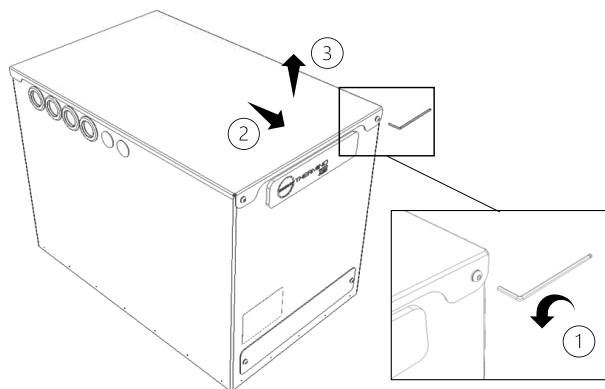

Abbildung 5 – Entfernen des Deckels der Thermino ePlus Wärmebatterie
- Deckel abnehmen. Der Deckel wird an der Vorderseite mit 2 x M5- Zylinderschrauben mit Innensechskant und an der Rückseite mit zwei Fixierstiften befestigt (Abbildung 5):
- (1) Entfernen Sie die 2 x M5-Zylinderschrauben mit Innensechskant mit einem 3-mm-Sechskantschlüssel und legen Sie sie beiseite.
- (2) Schieben Sie den Deckel nach vorne, (3) heben Sie den Deckel dann an und legen Sie ihn zur Seite.